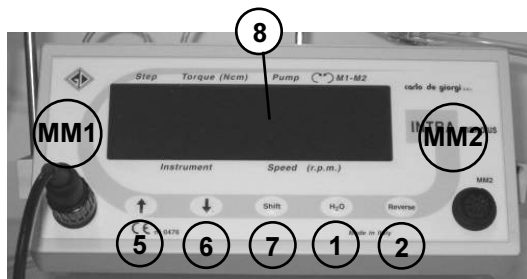

Fig. 6
L'appareil dispose des dispositifs de commande suivants placés sur la partie frontale (Fig. 6) :
- 3) sélectionner le numéro de programme désiré en plaçant le curseur, à l'aide du bouton "shift" (7 - fig. 6), sur le champ 1 - figure 8, et en appuyant sur les boutons "↑" (5 - fig. 6) et "↓" (6 - fig. 6) jusqu'à obtenir le numéro de programme désiré ;
Pour modifier un programme à l'aide des commandes frontales (voir figg. 6 et 8), se porter avec le curseur sur le champ "Step" (1 - fig. 8), et sélectionner avec "↑" (5 - fig. 6) et "↓" (6 - fig. 6) le numéro du premier programme libre ou non utilisé.
Après avoir trouvé un programme modifiable, se déplacer sur les champs à l'aide du bouton "shift", en modifiant avec les boutons "↑" (5 - fig. 6) et "↓" (6 - fig. 6) les valeurs des paramètres ; à la fin de l'introduction, pour mémoriser le programme, aller de nouveau sur le champ "Step" (1 - fig. 8) et l'abandonner, en se déplaçant avec "↑" (5 - fig. 6) et "↓" (6 - fig. 6) sur un autre programme. Si l'on éteint l'appareil avant cette dernière opération, les modifications ne seront pas mémorisées et le programme introduit sera perdu.